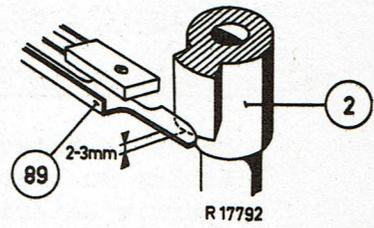

Fig.22
- b. La face inférieure du bloc de nylon du palpeur doit se trouver à 2 - 3 mm au-dessus de la face inférieure de la came de plateau (voir la fig. 22).